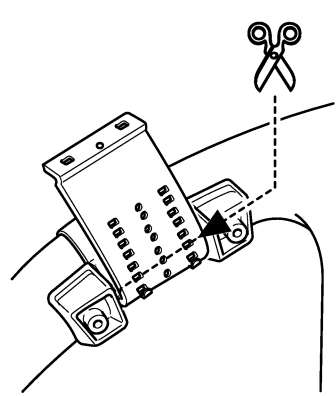

Abb. 8
2. Den überschüssigen Teil des Riemens in der Mitte des Innenhalters abschneiden. (Abb. 8)